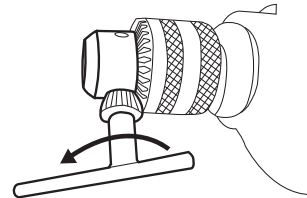

Abb. 5
1. Stecken Sie den Bohrfutterschlüssel (8) in eines der Löcher am Bohrfutter (2) und drehen Sie diesen wie in Abbildung 5 dargestellt. Die Backen im Innern der Werkzeugaufnahme (1) werden geöffnet. Drehen Sie die Werkzeugaufnahme so weit auf, dass der gewünschte Werkzeugaufsatz hineinpasst. Legen Sie den Bohrfutterschlüssel dann sorgfältig zur Seite.